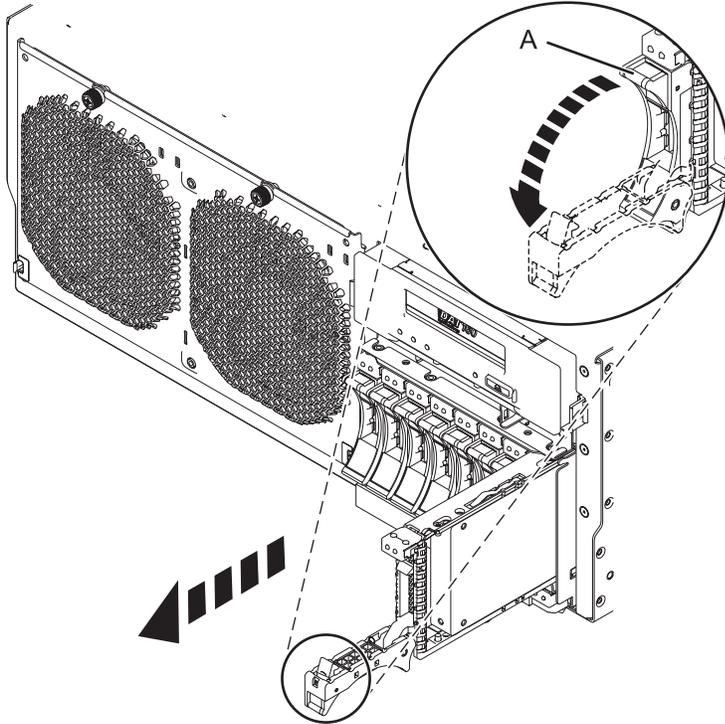

Figure 24. Retrait d'une unité de disque du système
1. Déverrouillez la poignée de l'unité en appuyant dessus et en la tirant vers vous (voir figure 24, à la page 43). Si la poignée n'est pas complètement sortie, vous ne pouvez pas retirer l'unité de disque ou l'unité SSD de l'unité centrale ou de l'unité d'extension.